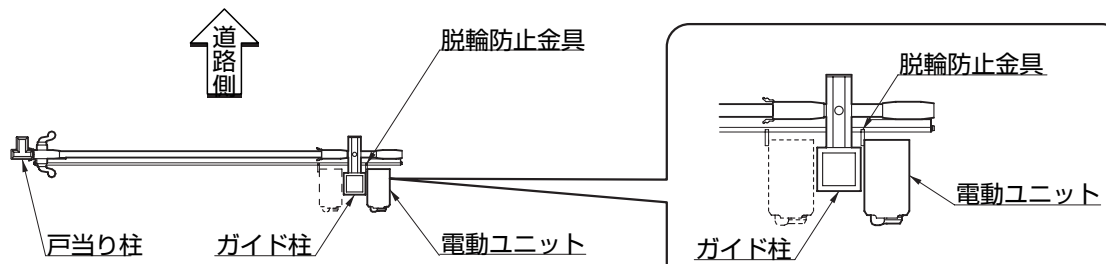

図10-1
①図10-1に従い、脱輪防止金具を図10-2のφ4×10トラス（2本）をはずし取付けてください。
②脱輪防止金具とチェーンケースのすき間が3～5mmになるように調整し、固定してください。
①リモコンアンテナを電動ユニット上部にある、アンテナブラケットのコネクタに取付けてください。